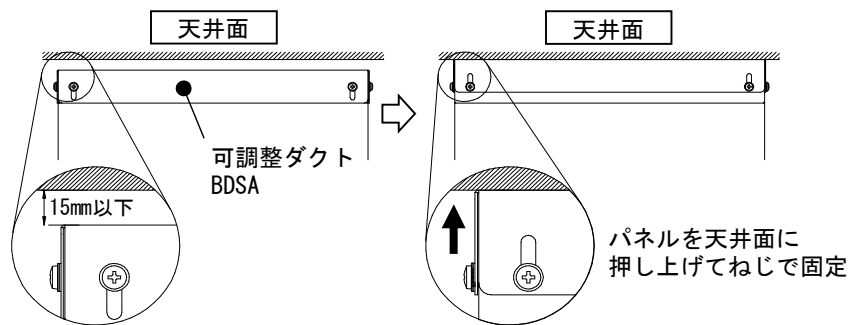

図5 高さ調整方法
- ・各パネルのパネル取付ねじM5×12をゆるめ、パネルを天井面に押し上げてパネル取付ねじM5×12で確実に固定してください。(図5)